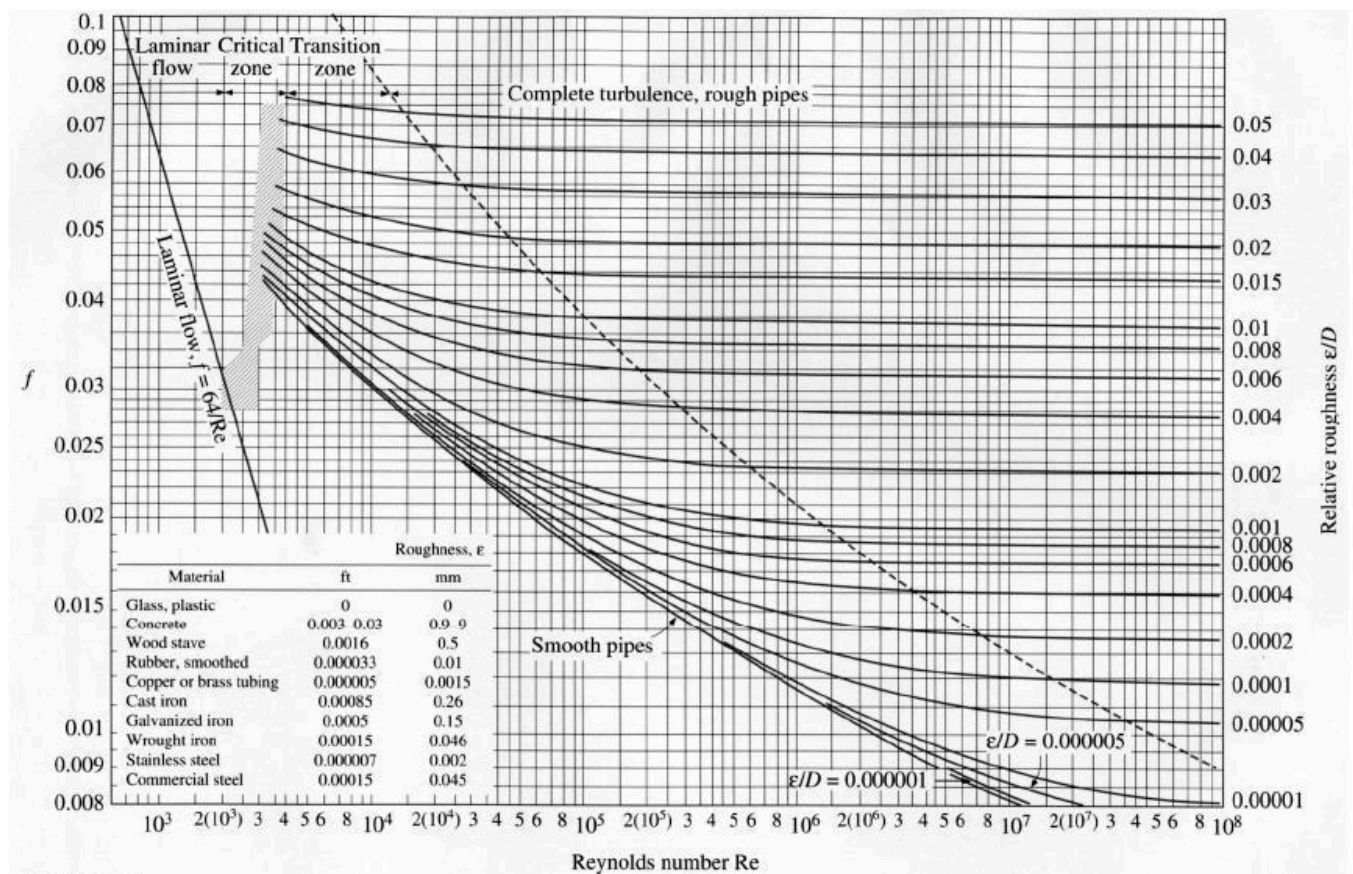

Fig. 2
4. Calcolare la prevalenza richiesta alla pompa trascurando le perdite dentro al distributore ma considerando quelle distribuite all'interno del tubo che collega pompa ed ugello. Il tubo è lungo 50 m e ha diametro pari a D_1 . L'acqua è caratterizzata da viscosità dinamica (μ) pari a 1.00 mPa·s e densità (ρ) di 1000 kg/m³. Per il coefficiente di attrito si faccia riferimento al diagramma di Moody riportato in Fig. 2, considerando il tubo perfettamente liscio. Inoltre, si trascurino le perdite distribuite nel tubo che collega canale e pompa (che ha sempre diametro 50 mm) ma si consideri la perdita di imbocco quando l'acqua dal canale entra nel tubo.